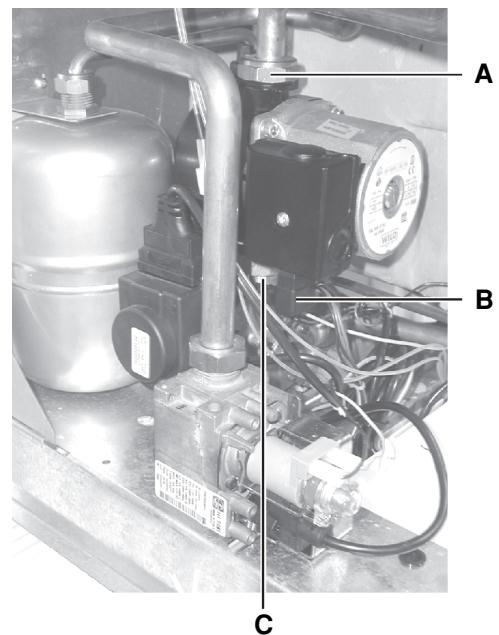

fig. 3
- 3) Sconnettere il connettore **B** (fig.3).
La (fig.3) indica la relazione tra il comando elettrico dato dalla scheda pannello di controllo e la posizione del pistoncino **B** quando la caldaia funziona in **riscaldamento**.
fig. 3 funzionamento in riscaldamento